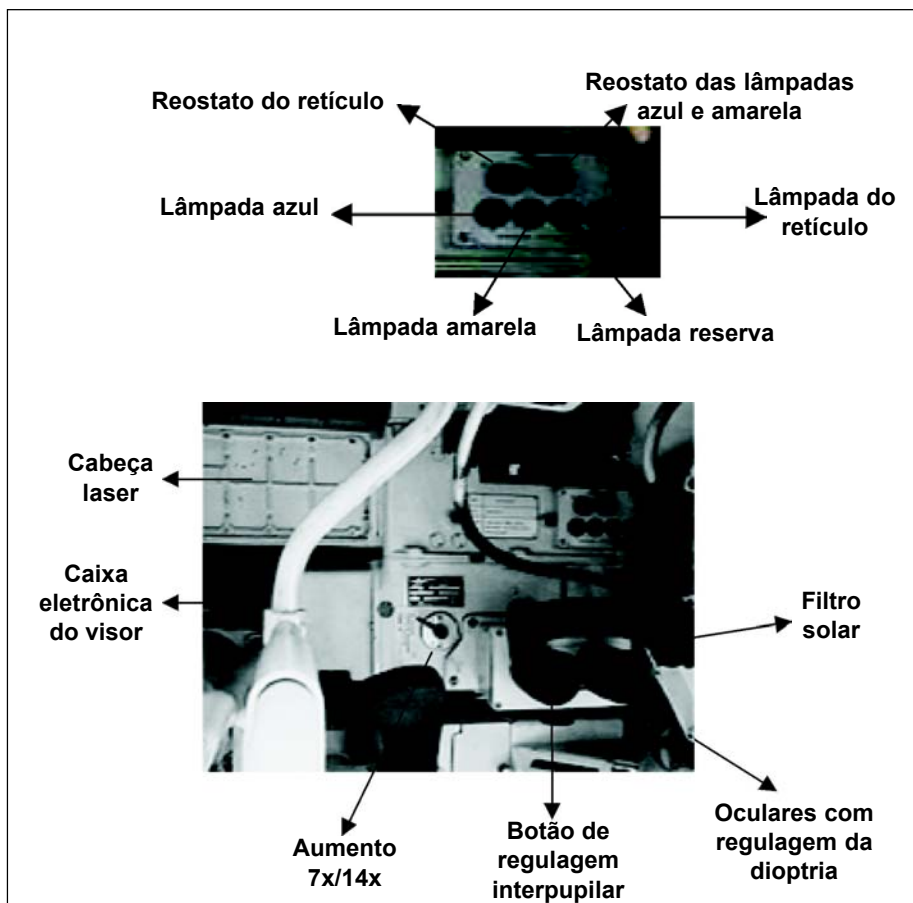

Fig 7-2. Visor laser
#### **b. O visor laser (Fig 7-2)**
**d. A caixa eletrônica do visor** (Fig 7-2) - Essa caixa contém os circuitos que permitem comparar os sinais elétricos (angulares) vindos do calculador, do captor de elevação do canhão e do espelho "asservi". A partir dessas comparações ele gera as ordens enviadas aos motores de posicionamento do espelho "asservi", em direção e elevação, para dar orientação correta em relação ao eixo do canhão, de acordo com a orientação que foi determinada pelo calculador (ângulo de alça corrigido e deriva corrigida).
(1) Sensores de condições variáveis